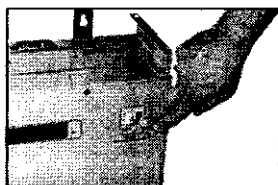
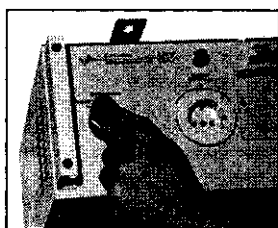

Рис. 21
Рис. 22
1. Выключите автоматический выключатель (рис.21 и 21.1) на лицевой панели стабилизатора. Для этого необходимо опустить рычаг выключателя (рис.22).
2. Переведите переключатель режима работы на верхней панели стабилизатора в режим «Транзит» (рис.22 и 22.1). Поверните переключатель против часовой стрелки.